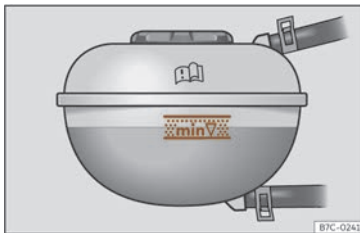

Fig. 216 A l'obertura davantera: marca al dipòsit d'expansió del líquid refrigerant.
- Amb el motor fred, comproveu el nivell del líquid refrigerant en les marques laterals del dipòsit d'expansió >>> **fig. 216**. El nivell del líquid refrigerant s'ha de trobar entre les marques.
● El nivell del líquid refrigerant s'haurà de trobar entre les marques del dipòsit d'expansió >>> **fig. 216. No sobrepassu mai la vora superior de la zona marcada** >>> .
● En afegir líquid refrigerant, no sobrepassu mai la vora superior de la zona marcada >>> **fig. 216**. En cas contrari, quan pugui la